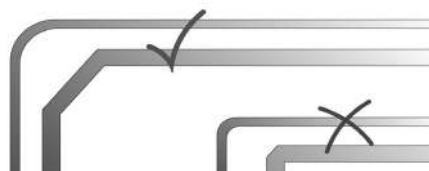

Рисунок 10 – Все изгибы должны иметь плавный переход
- обязательно следует учитывать диаметр и длину труб, количество стыков и поворотов - все это влияет на потери напора. Изгибы трубопровода должны быть плавными (см. рисунок 10).